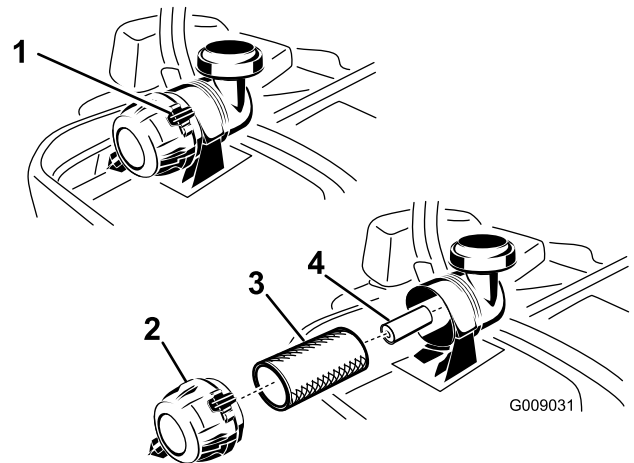

Figure 50
3. Appuyez sur les attaches du filtre à air pour les ouvrir et détachez le couvercle du corps du filtre à air (Figure 50).
5. Sortez le préfiltre du boîtier du filtre avec précaution (Figure 50). Évitez de cogner l'élément à l'intérieur du boîtier.
1. Ne nettoyez pas l'élément en papier, remplacez-le (Figure 50).
2. Si vous remplacez l'élément secondaire, insérez-le avec précaution dans le boîtier du filtre (Figure 50).
- Placez ensuite le préfiltre sur l'élément secondaire avec le même soin (Figure 50).
- Montez le couvercle, reniflard en bas, et tournez-le pour que les attaches verrouillent le couvercle en place (Figure 50).